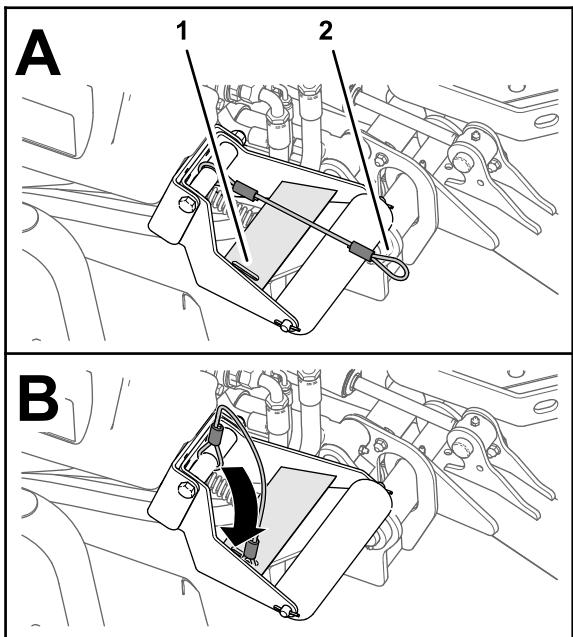

Bild 66
4. Schieben Sie die Schleife der Verbindungsleine bei abgesenkten Mähwerken in den Schlitz in der Verstärkungsplatte der Rollenstütze (Bild 66).